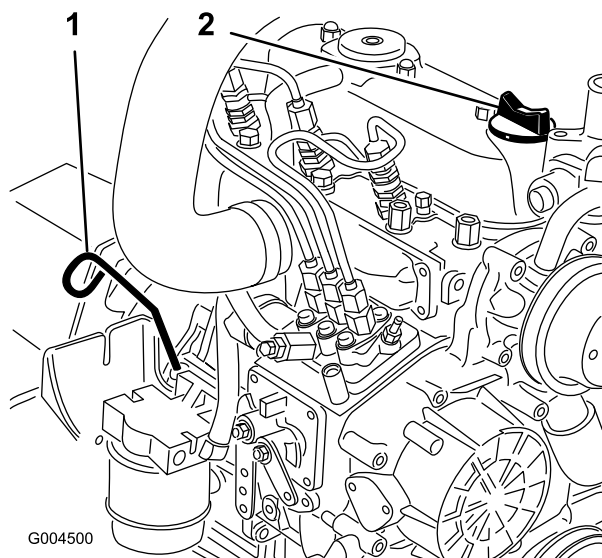

Figure 43
2. Retirez la jauge (Figure 43), essuyez-la sur un chiffon et remettez-la dans le goulot de remplissage. Sortez de nouveau la jauge et vérifiez le niveau d'huile.
3. Si le niveau n'atteint pas le repère maximum, enlevez le bouchon de remplissage (Figure 43) et faites l'appoint jusqu'à ce que le niveau correct soit atteint.